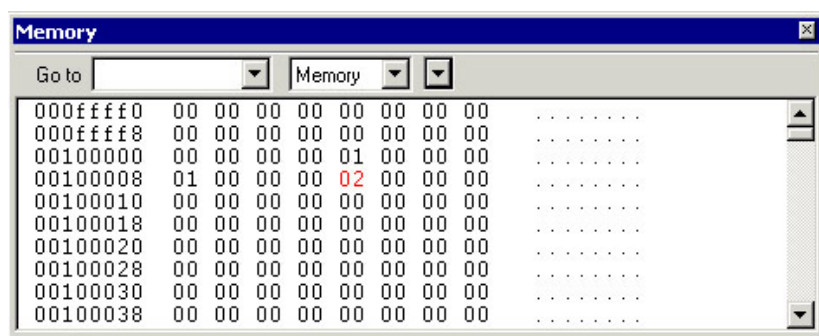

图 17. 8-bit 模式显示存储器窗口
① 选择主菜单 **View > Memory** 打开存储器窗口，见图 17（用 8-bit 显示数据）。
② 激活 *Utilities.c* 窗口并双击变量 `root`。用鼠标将其拖到存储器窗口。
③ 如果希望以 16-bit 显示数据，在存储器窗口定部的下拉菜单中选择 **2x Units** 命令。